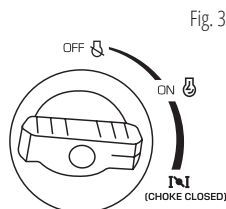

Fig. 3
4. Tournez l'interrupteur du moteur multifonctionnel sur la position  « Régistre d'air » (fig. 3).
6. Tournez l'interrupteur du moteur multifonctionnel sur la position « ON » position (fig. 3).